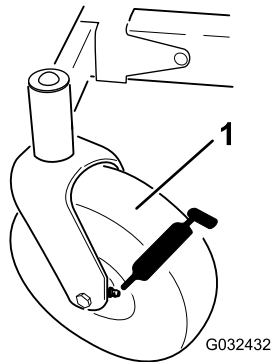

Figura 36
3. Limpie con un trapo los puntos de engrase (Figura 36).
4. Conecte una pistola de engrasar a cada punto de engrase (Figura 36).